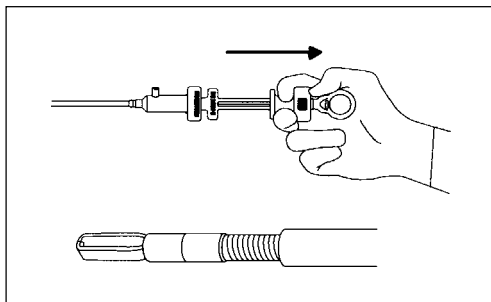

Рис. 3.19.
4. Максимально переместите ползунок в проксимальном направлении. Убедитесь, что при этом происходит полное закрытие бранш клипса (см. рис. 3.19).